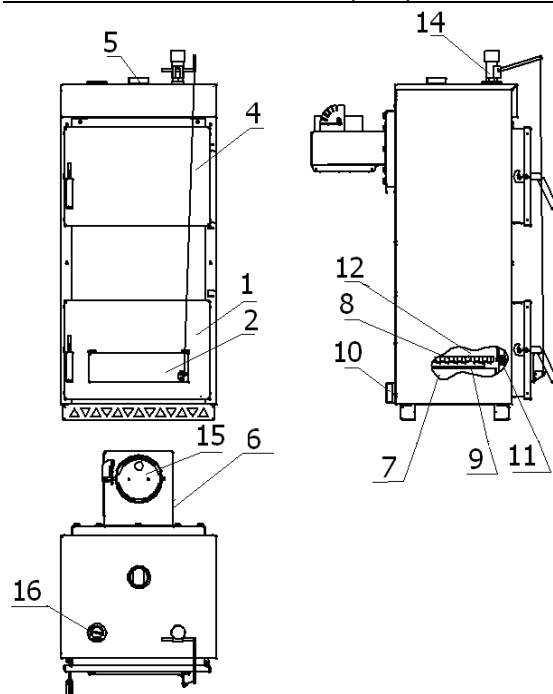
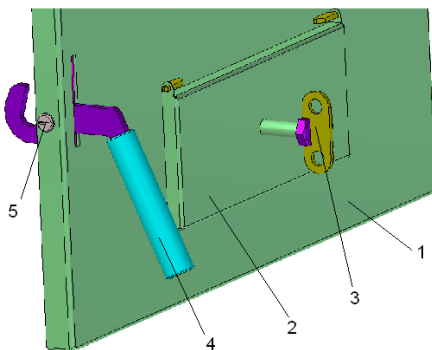
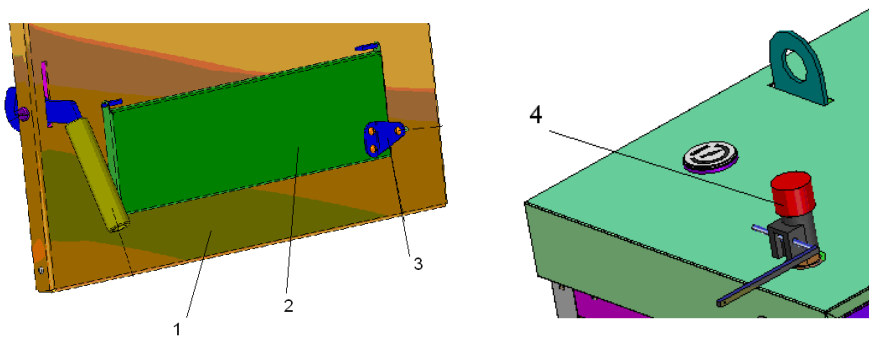
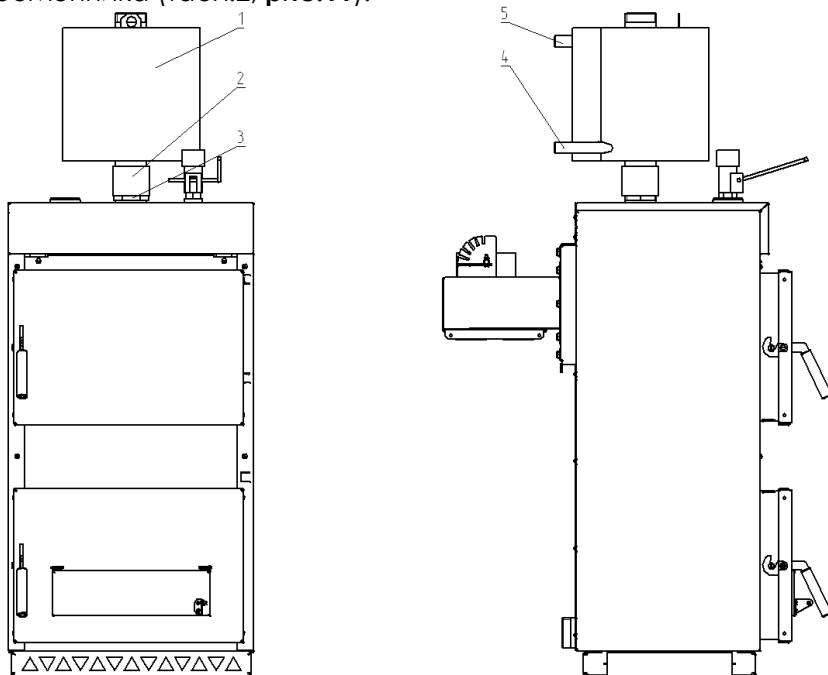

Рис.1 Котлы KC-T-16...; KC-T-12...
Рис.8 Дверца шуровочная
Рис.9 Крепление кронштейна 3 для регулятора тяги 4
Рис.11 Котлы КС-ТВ-..., КС-ТВ-...р, КС-ТГВ..., КС-ТПВ... с теплообменником
5.2.2 Котлы КС-Т-... (**рис.1,2**) состоят из топки 12 с жаровыми трубами. Вокруг топки имеется водяная рубашка 7. Через трубы, соединяющие водяную рубашку, циркулирует вода, что увеличивает площадь теплосъема. Температура воды в котле контролируется термометром 16. Нагретая вода в результате образовавшихся в котле конвекционных потоков выходит в систему отопления через верхний патрубок 5. Обратная вода из системы отопления поступает в котел через нижний патрубок 10. В нижней части топки устанавливаются колосники 8, образующие полотно колосниковой решетки при работе котла на твердом топливе. На фронтальной поверхности котла крепятся загрузочная 4 и шуровочная 1 дверцы, через которые производятся загрузка топлива, чистка колосниковой решетки, а также чистка поверхности топки. Для улучшения работы топки на верхней крышке котла установлен регулятор тяги 14 (по дополнительному заказу табл.2), который соединён с крышкой 2 шуровочной дверцы 1. На дне под колосниками 8 стоит ящик 9 для сбора прогоревшего топлива (зола).
Для работы на природном газе или на пеллетах, а также для горячего водоснабжения, котёл необходимо переоборудовать в соответствии с данным руководством и упаковочными ведомостями комплектов (табл.2; **рис.1 - 35**).
5.3.3 На дверцы (**рис.1, 2**) установить ручки 4(**рис.8**), закрепив их осями 5.
На крышку 2 (**рис.8**) шуровочной дверцы 1 установить винт 3. С его помощью можно регулировать тягу зазором до 20 мм.
5.3.4 Для котлов с комплектом регулятора тяги на крышку 2 (**рис.9**) дверцы шуровочной 1 установить кронштейн 3 , закрепив его винтами М4 и гайками М4.
На верхней крышке котла (**рис.1,2**) снять заглушку (3/4") и на это место установить регулятор тяги 4. Соединить его цепь винтом М4х10 и гайкой М4 с кронштейном 3 на крышке 2 шуровочной дверцы 1 (**рис.9**).
На крыше котла на верхний патрубок 5 (рис.1,2) монтируется комплект теплообменника (табл.2; рис.11).
7.1 Регулятор тяги 14 (рис.1,2) и его цепь демонтировать.
Демонтировать шуровочную дверцу 1 (рис.1, 2).
7.2 В верхней части топки вплотную к передней стенке котла через загрузочную дверцу 4 (рис.1,2) устанавливается топочный лист на прутки, приваренные к стенкам топки.
Перед креплением дымохода в трубы топки с задней стороны котла вставляются турбулизаторы 7 (табл.2 и рис.1,2,14). Если дымоход установлен, его надо демонтировать для установки турбулизаторов, а затем вернуть на место.